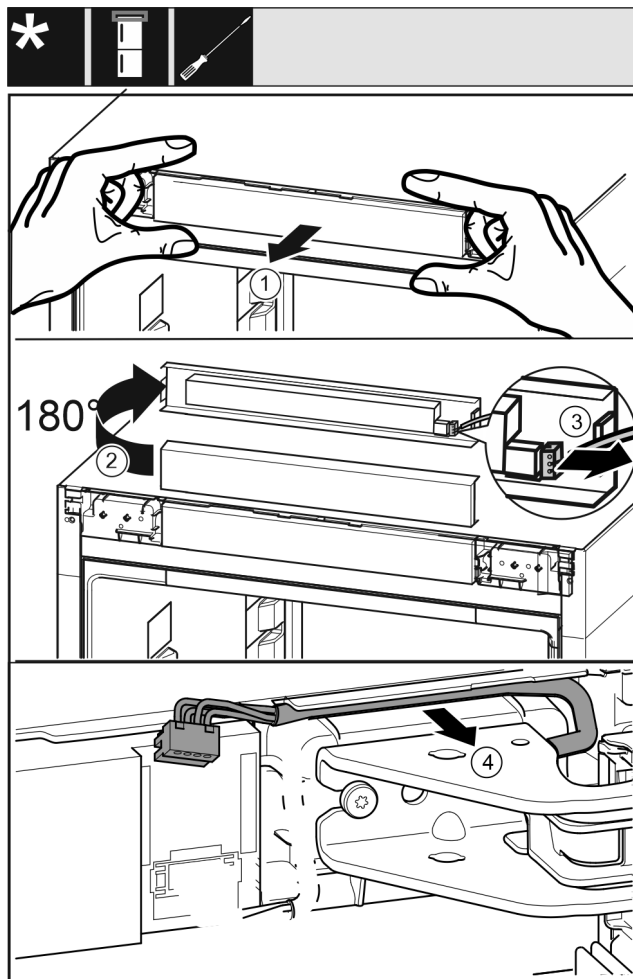

Fig. 22
- ▶ Allentare con cautela la maschera di comando Fig. 22 (1) in avanti.
- ▶ Ruotare la maschera di comando Fig. 22 (2) verso l'alto di 180°.
- ▶ Spingere il naso di arresto Fig. 22 (3) all'indietro ed estrarre con cautela la spina.
- ▶ Allentare con cautela il cavo Fig. 22 (4) dalla guida passando attraverso il blocco di supporto.